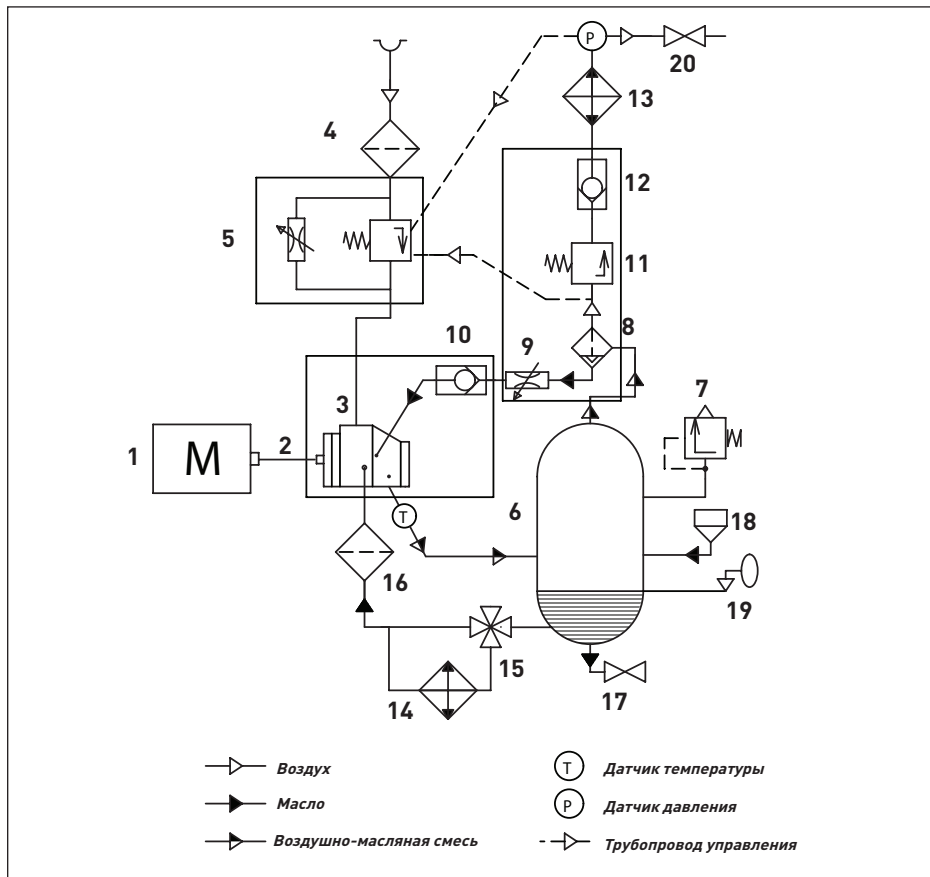

Рис. 2.3 Схема пневматическая D30 – D55
2.4 Принцип действия (Смотри рис. 2.3)